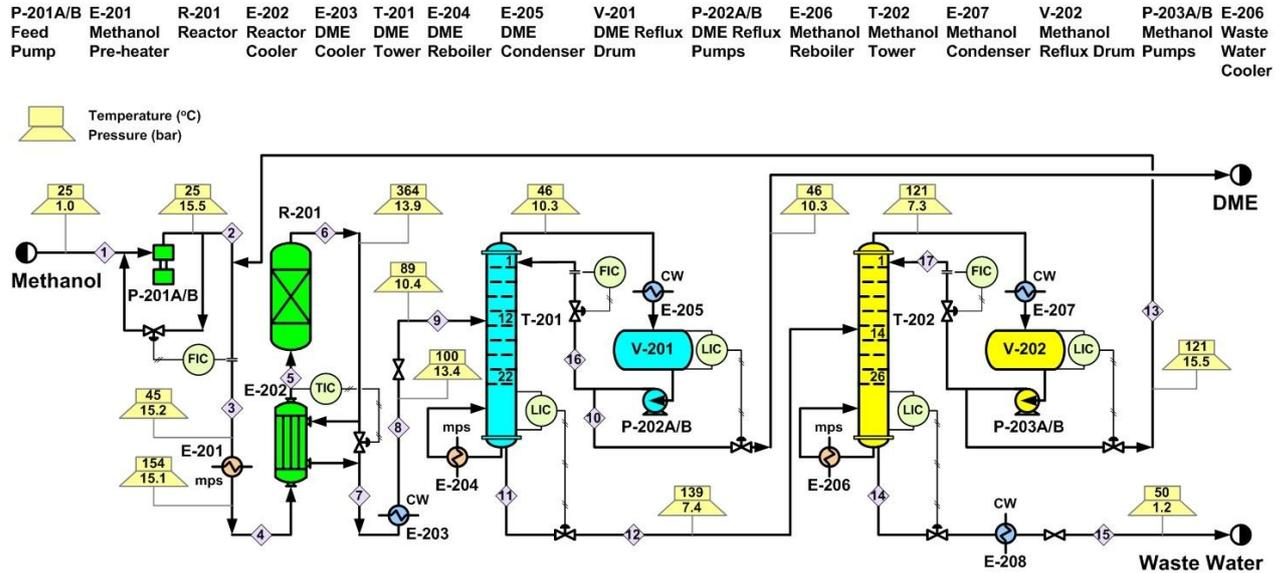

Figura 2: PFD del proceso de producción de DME
2. Referido al diagrama de flujo de procesos (Figura 2) para la producción de DME presentado en (Turton, y otros, 2018), justifique el uso de los equipos presentados. En el caso de equipos de transporte incluir curva típica de performance y en el caso de los equipos de intercambio de calor incluir el perfil de temperatura.